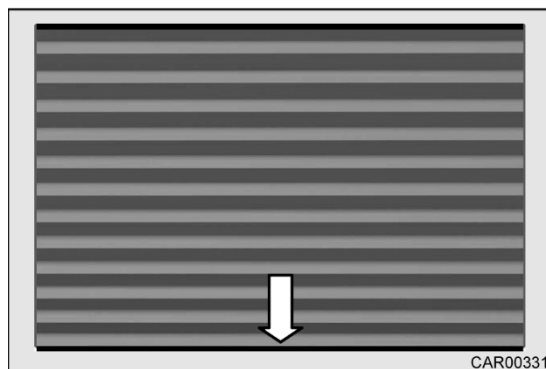

Fig. 226 Réduire l'interstice
- S'il y a un interstice entre le joint à brosse et le tableau de bord, il est possible de modifier cet interstice pendant la course de référence en pressant légèrement vers le bas la tige d'extrémité inférieure du store plissé sur le tableau de bord (Fig. 226).